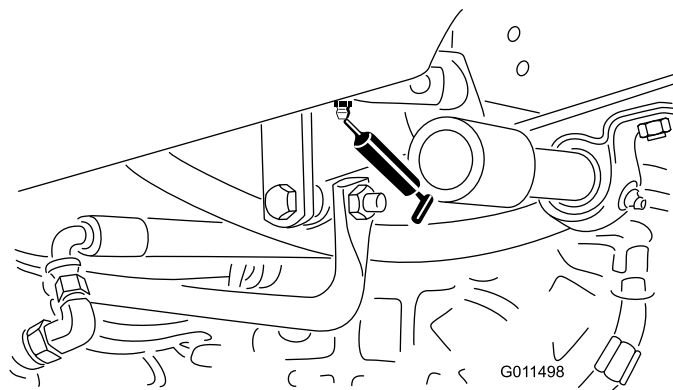

Figura 37
- Casquilho articulado do pedal de tracção (1) (Figura 37)